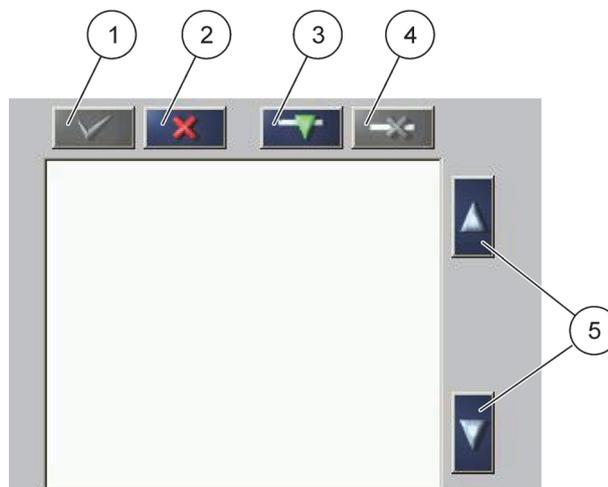

Abbildung 25 Konfigurationsfenster
2. Der Konfigurationsbildschirm wird angezeigt (Abbildung 25).